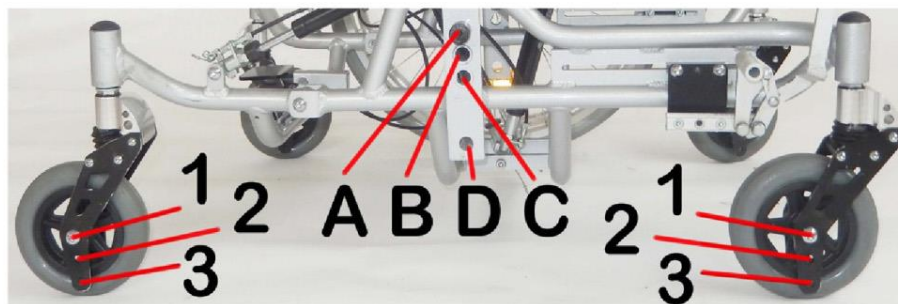

Рис. 7
1. Для регулювання кліренсу у багатофункціональному інвалідному візку «Concept II» необхідно налаштувати висоту коліс згідно з таблицею, що наведена нижче (див. Рис. 7).